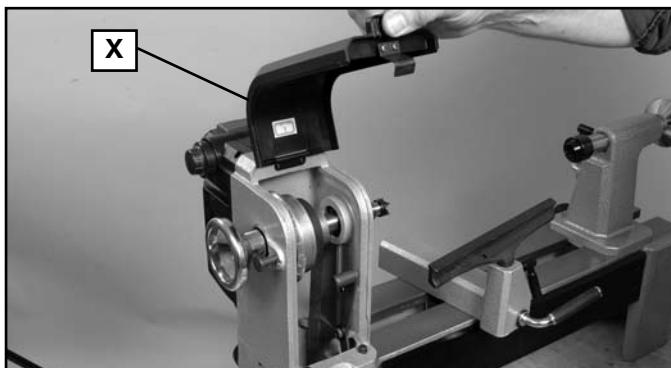

Fig. 29
1. Soulever le couvercle (X) du logement des poulies, fig. 29.
17. Fermer solidement le couvercle du logement des poulies (X), fig. 29, et le panneau latéral (AA), fig. 16.